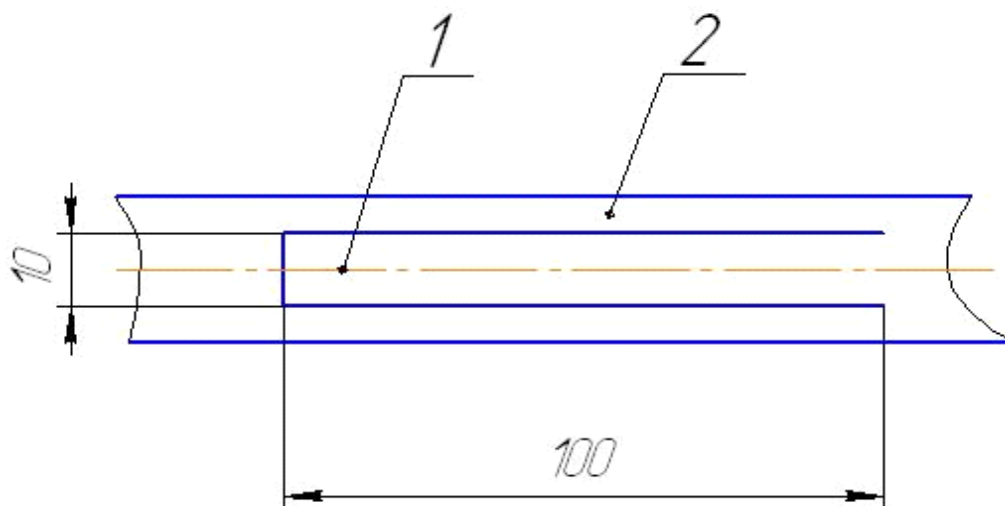

Рис. 6 Схема подготовки полимерного покрытия труб при определении адгезии
5.3. Произвести подготовительные работы в месте определения адгезии. Работа выполняется ножом или резак, входящими в комплект поставки. Схема вырезки полимерного покрытия на рис. 6,